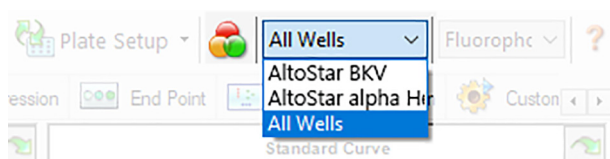

Abb. 4: Schaltfläche und Dropdown-Menü Well Group (Well-Gruppe)
Achten Sie darauf, im Fenster Data Analysis (Datenanalyse) die **Well Group** (Well-Gruppe) des AltoStar® BKV PCR Kit 1.5 auszuwählen. Klicken Sie dazu auf das Dropdown-Menü **Well Group** (Well-Gruppe) rechts neben der Schaltfläche **Well Group** (Well-Gruppe) (siehe Abbildung 4) in der Menüleiste. Verwenden Sie nicht die „All Wells“ (Alle Wells) **Well Group** (Well-Gruppe). Die Auswahl in Abbildung 4 wird als allgemeine Beispielansicht verwendet.
1. Achten Sie darauf, im Fenster Data Analysis (Datenanalyse) die **Well Group** (Well-Gruppe) des AltoStar® BKV PCR Kit 1.5 auszuwählen. Klicken Sie dazu auf das Dropdown-Menü **Well Group** (Well-Gruppe) rechts neben der Schaltfläche **Well Group** (Well-Gruppe) (siehe Abbildung 4) in der Menüleiste.